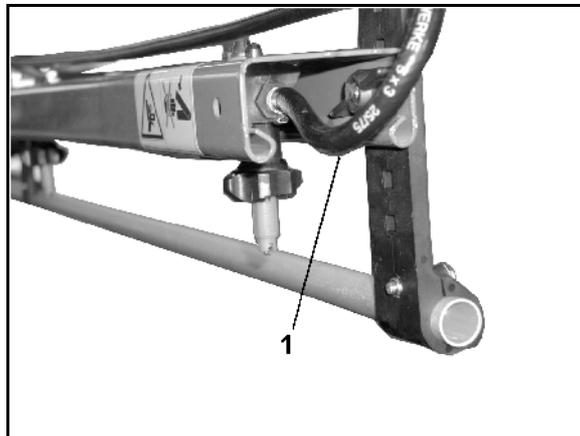

Fig. 85
- gør det muligt at opnå et permanent væskeumløb i sprøjteledningen, når trykumløbssystemet er koblet til. Hertil er der placeret en skylletilslutningslange (Fig. 85/1) på hver delbredde.
- en skylletilslutningslange (Fig. 85/1) pr. delbredde.